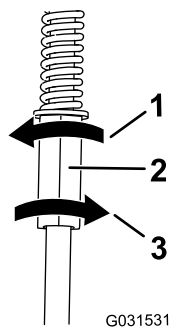

Bild 57
4. Drehen Sie die linke Schaltstange um Viertelumdrehungen, bis die Spur der Maschine gerade ist (Bild 57).